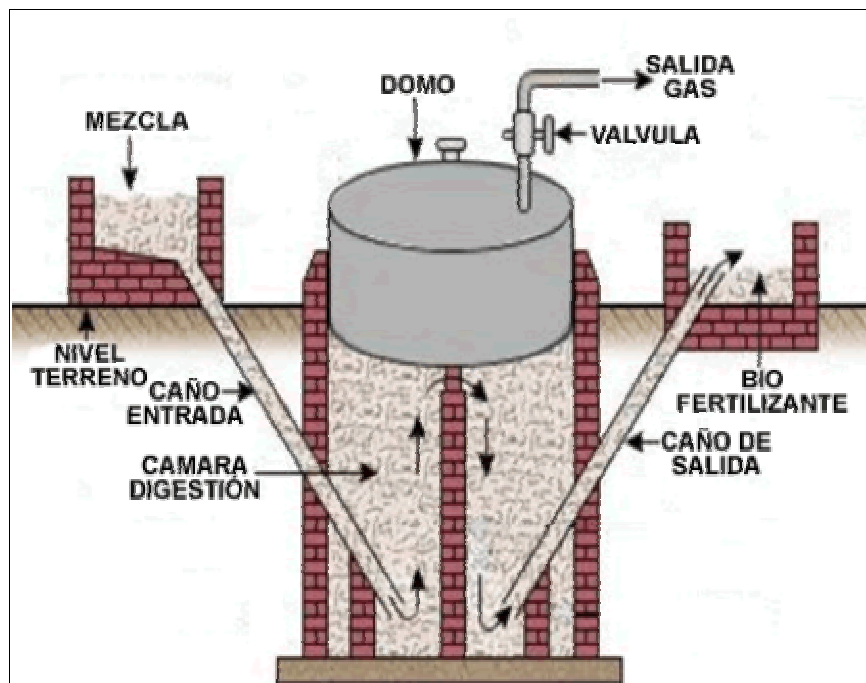

Figura 4.1. Biodigestor tipo Hindú²⁹.
Una de estas plantas tipo Hindú, trabaja normalmente con una presión constante de operación en el gas, del orden de 10 a 12 centímetros de columna de agua (CA), equivalente a 1/4 o 1/5 de libra por pulgada cuadrada. Ver Figura 4.1.